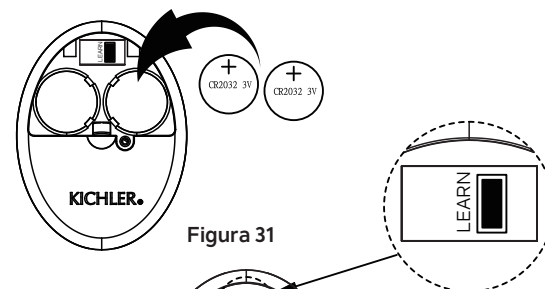

Figura 31
**Paso 2.** Instale dos baterías CR2032 de 3 V (se incluyen) con el lado + orientado hacia arriba. **(Figura 31)**